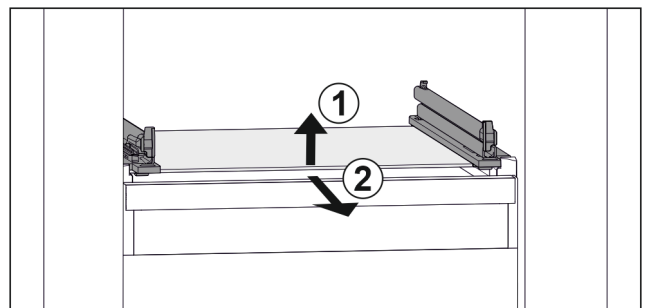

Fig. 111 Приблизне відображення скляної пластини
- ▶ Підняти скляну пластину спереду. Fig. 111 (1)
- ▶ Вийняти скляну пластину рухом вперед. Fig. 111 (2)